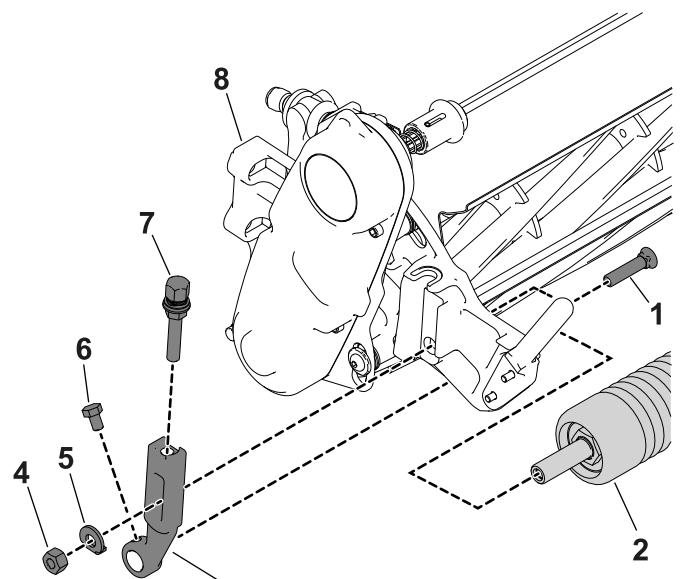

Figura 2
1. Sull'apparato di taglio, allentate le viti di montaggio che fissano ciascuna estremità del rullo anteriore ai bracci dell'altezza di taglio (Figura 2).
2. Rimuovete i bulloni per aratro, le rondelle e i dadi di bloccaggio che fissano i bracci dell'altezza di taglio a ciascuna delle estremità dell'apparato di taglio (Figura 2). Rimuovete i bracci dell'altezza di taglio e il rullo.